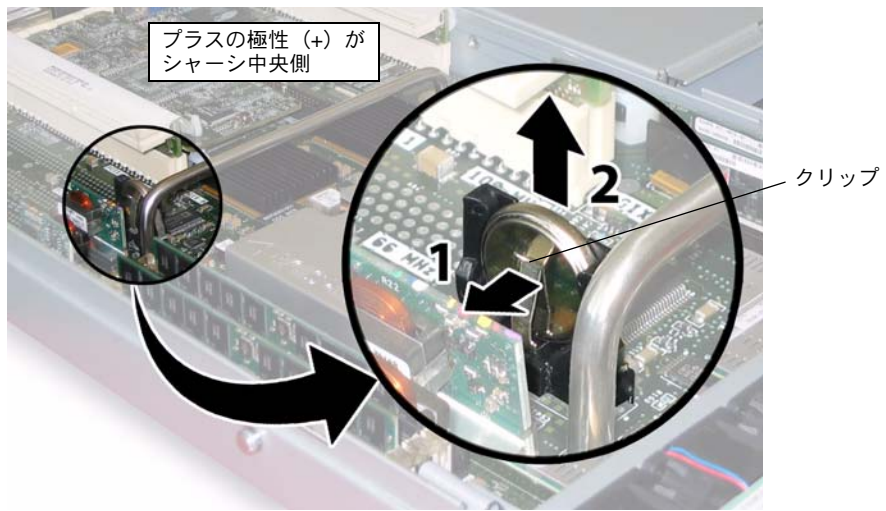

図 3-6 バッテリーの取り外し
4. クリップをゆっくと引いてバッテリーケースからバッテリーを真上に持ち上げ、バッテリーを取り外します。図 3-6 を参照してください。